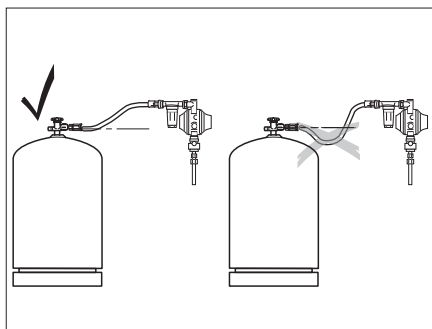

Bild 249 Lägga ut högtrycksslangar
- ▷ När du placerar högtrycksslangen ska du se till att slangen stiger hela tiden (Bild 249).